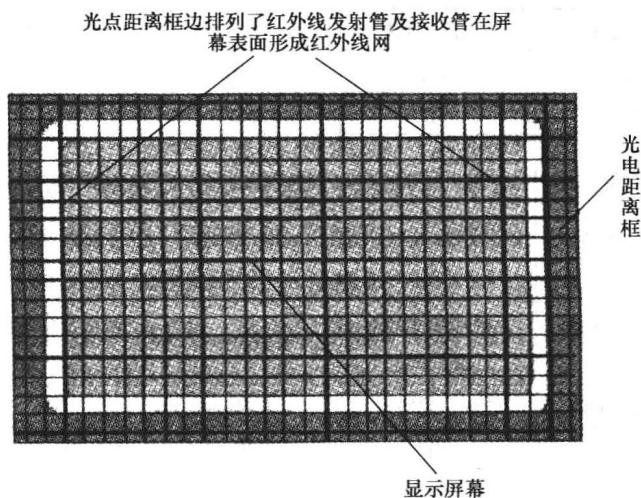

图 1-4 红外线式触摸屏的结构与工作原理
(4) 红外线式触摸屏 红外线式触摸屏的结构与工作原理如图 1-4 所示。红外线式触摸屏是利用 X、Y 轴方向上密布的红外线矩阵来检测并定位用户的触摸屏。红外线式触摸屏在显示器的前面安装一个电路板外框,电路板在屏幕四边排布红外线发射管和红外线接收